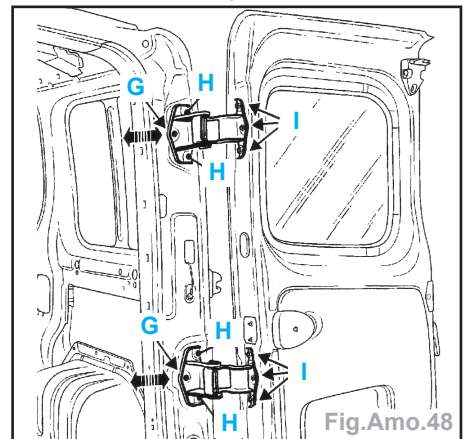

Fig.Amo.48
- Assurer l'alignement et le centrage en partie haute par rapport au pavillon par les vis (H et G) (Fig.Amo.48).